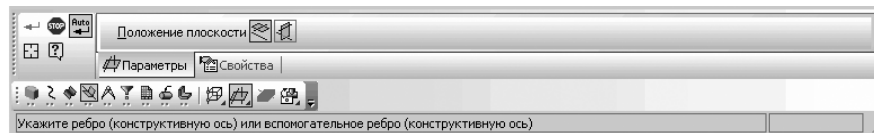

Рис. 8.21. Панель свойств: Плоскости через ребро параллельно/перпендикулярно другому ребру, Компактная панель и строка сообщений
- переместите указатель мыши с нажатой левой кнопки мыши на кнопку **Плоскость через ребро параллельно/перпендикулярно другому ребру**  и отпустите кнопку мыши. Появится соответствующая **Панель свойств: Плоскость через ребро параллельно/перпендикулярно другому ребру**, показанная на рис. 8.21.